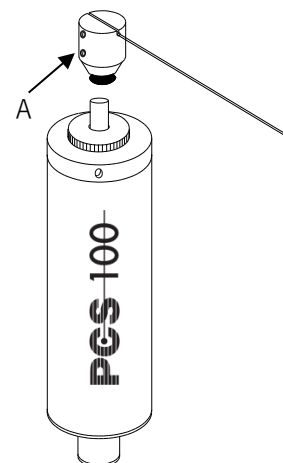

図6：トップキャップ
1.5mmの六角レンチを使用して、トップキャップの2本のネジ（図6「A」）を緩め、ニードルアセンブリをセンサーから取り外してください。